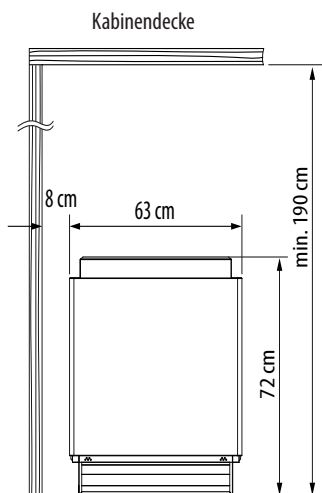

Abb. 1
- Die Mindesthöhe der Saunakabine muss innen **1,90 m** betragen (Abb. 1).